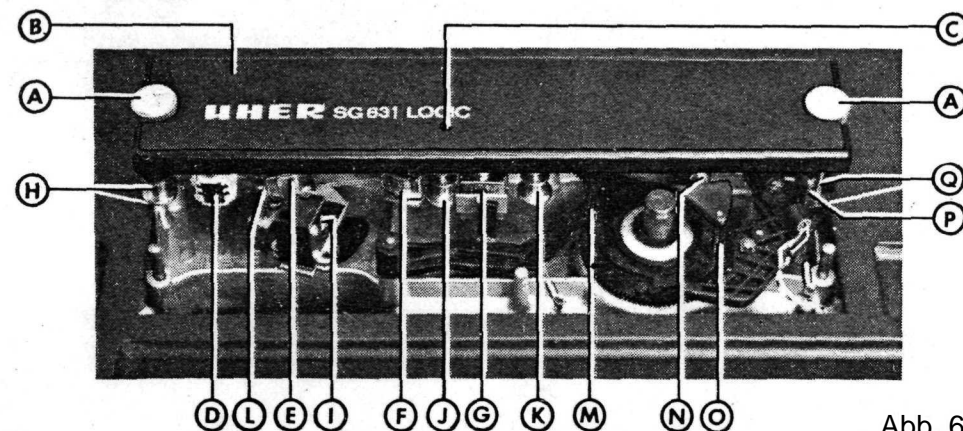

Abb. 6
#### **6.6 Auswechseln des Tonkopfträgers Z 401 bzw. Z 411 (s. Abb. 6)**
In der Öffnung (C) des Tonkopfträgers (s. Abb. 6) befindet sich eine Einstellschraube, mit der sich der Wiedergabekopf in bestimmten Grenzen aus der senkrechten Normalstellung nach links und rechts verstellen läßt, so daß auch Tonbänder wiedergegeben werden können, die mit einer anderen Maschine, deren Aufnahmekopf von der Normalstellung abwich, aufgenommen wurden.
### 7.1 Reinigung der mit dem Tonband in Berührung kommenden Teile (s. Abb. 6)